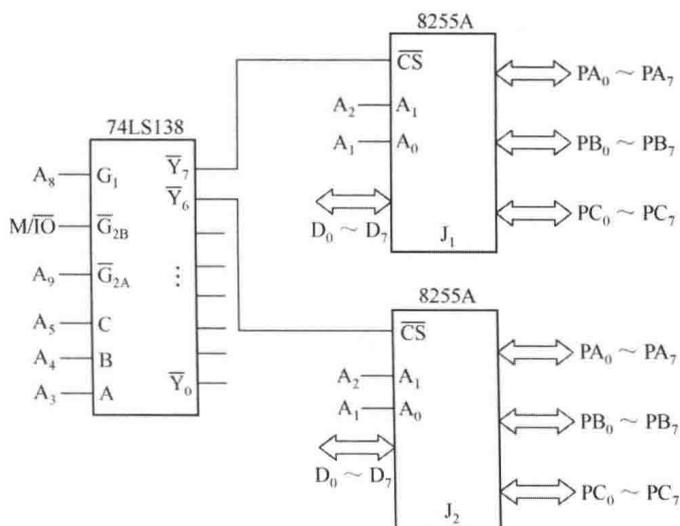

图 7-43 两片 8255A 连接图
1. 设某 8086 系统中有 2 片 8255A 芯片，由 74LS138 译码器产生两个芯片的片选信号，如图 7-43 所示。